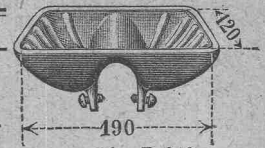

Fig. Z 840
- Fig. Z 840 Seifenschalen, zur Befestigung an der Zuflußleitung . . . „ 4,25